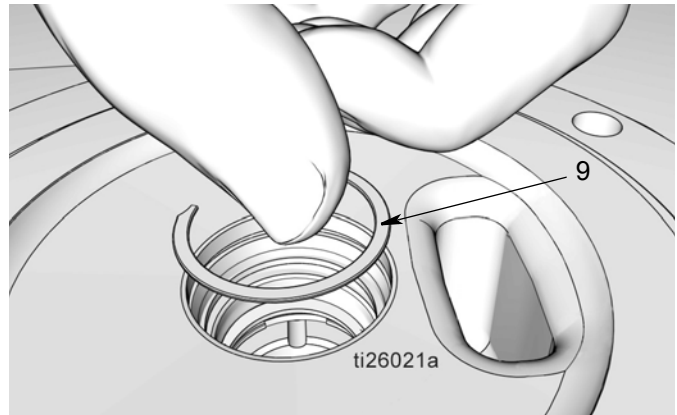

FIG. 39
- j. Coloque el clip (9) (FIG. 39). Deberá percibir un "clic" cuando se asienta correctamente el clip de retención en la ranura.